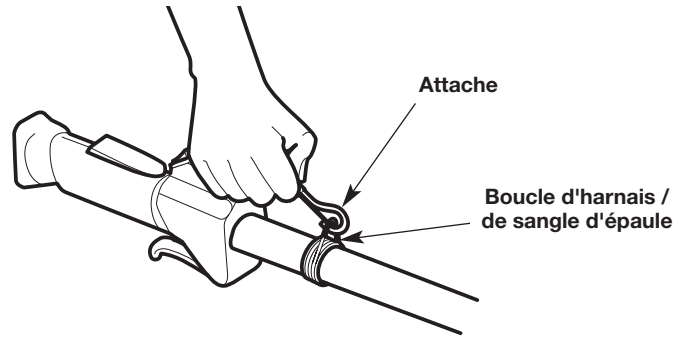

Fig. 5
5. Enclenchez l'attache sur la boucle/harnais de la bandoulière (Fig. 5).